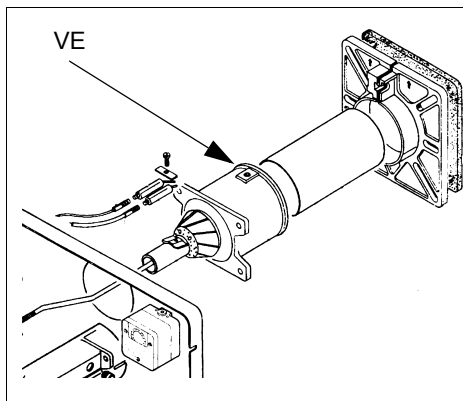

Рис. 28b
- ? Демонтируйте, проверьте и очистите головку сгорания (см. Рис. 28а, Рис. 28b, Рис. 28с);
Тип S3 (Рис. 28а) и S5 (Рис. 28b)